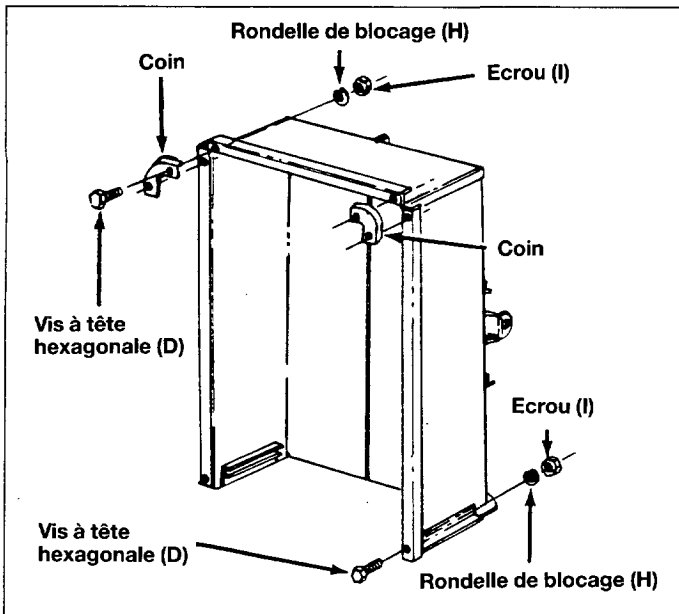

Fig. 10
15. Montez 2 coins sur l'arête avant et insérez 2 vis dans l'arête latérale et dans le renforcement du panneau arrière. Utilisez des vis de 6 mm x 12 mm (D), des rondelles de blocage (H) et des écrous (I). Voir la figure 10.